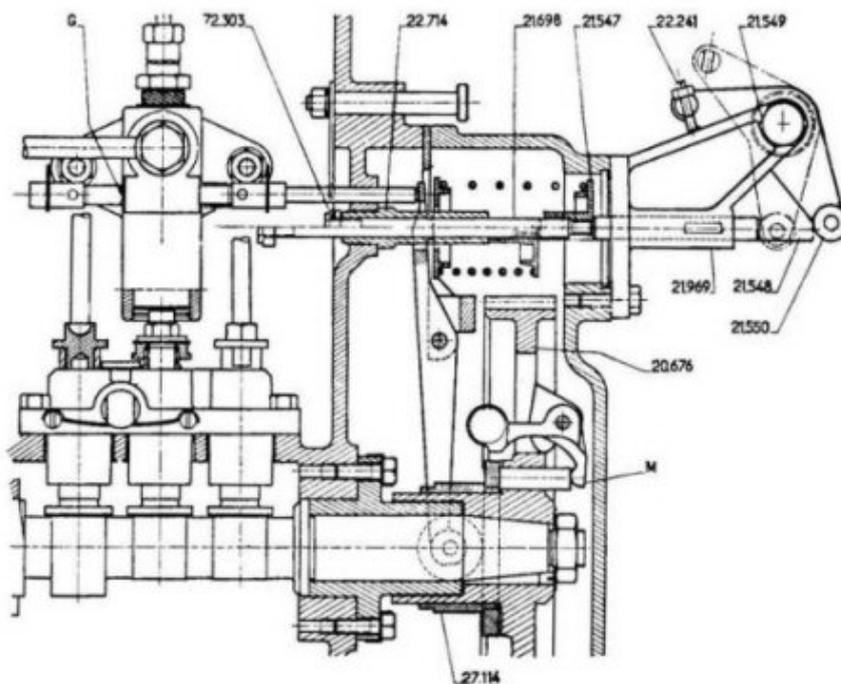

Figure 22. — Régulateur des moteurs jumelés
## REGLAGES (voir figure 22)
- à la mesure, sur les pompes d'injection du cylindre n° 1 de chacun des moteurs, de la distance entre la face AV de la bague d'accouplement arrière et la face arrière dressée de la pompe d'injection (voir figure 22), les traits gravés (G) étant dans le plan de cette dernière face. (Cote B pour le moteur bâbord, cote T pour le moteur tribord.)